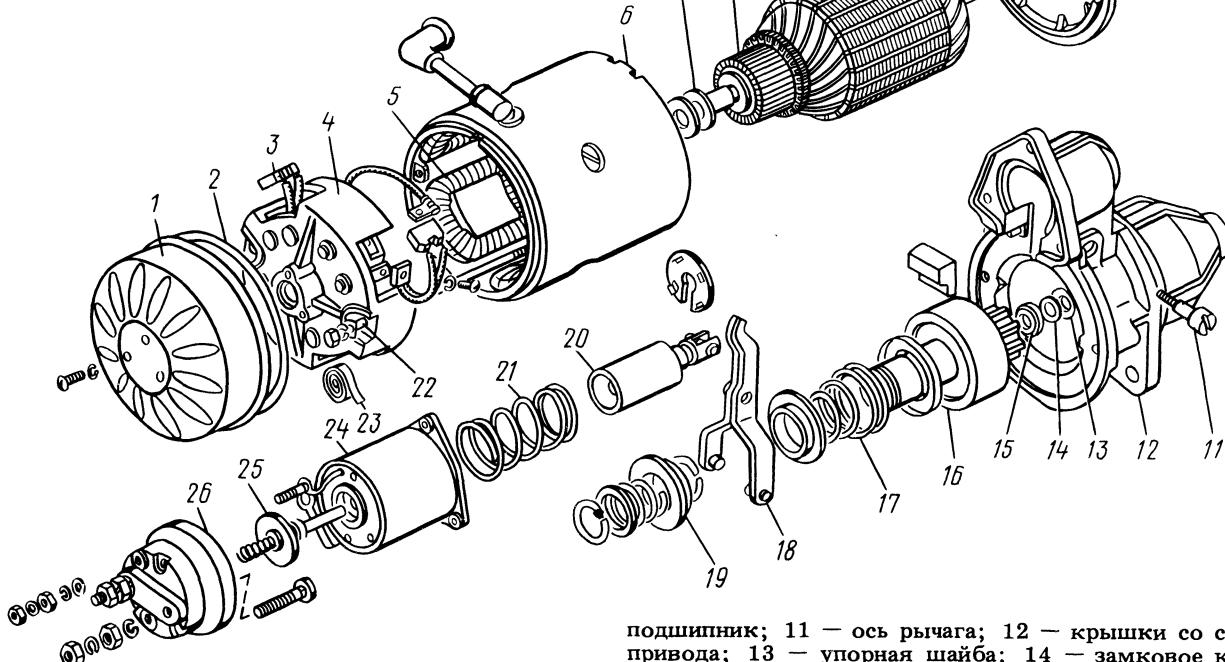

Рис. 210. Стартер:
Стартер представляет собой четырехполюсный, четырехщеточный электродвигатель постоянного тока. Вал стартера вращается по часовой стрелке (если смотреть со стороны привода стартера). Устройство стартера и электромагнитного реле показано на рис. 210.
- снять защитный кожух 1 (см. рис. 210);